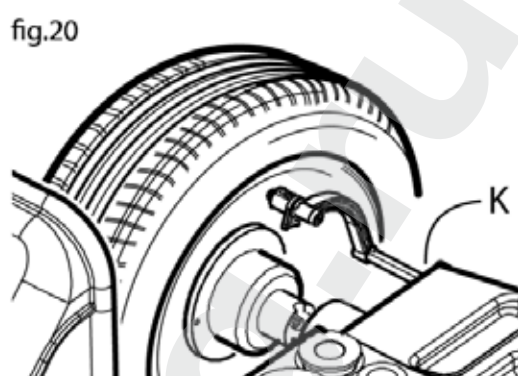

fig.20
- расстояние от станка до внутреннего края диска определяется, приложив к нему выдвижной измеритель (рис. 20), и прочитав полученное значение на шкале.